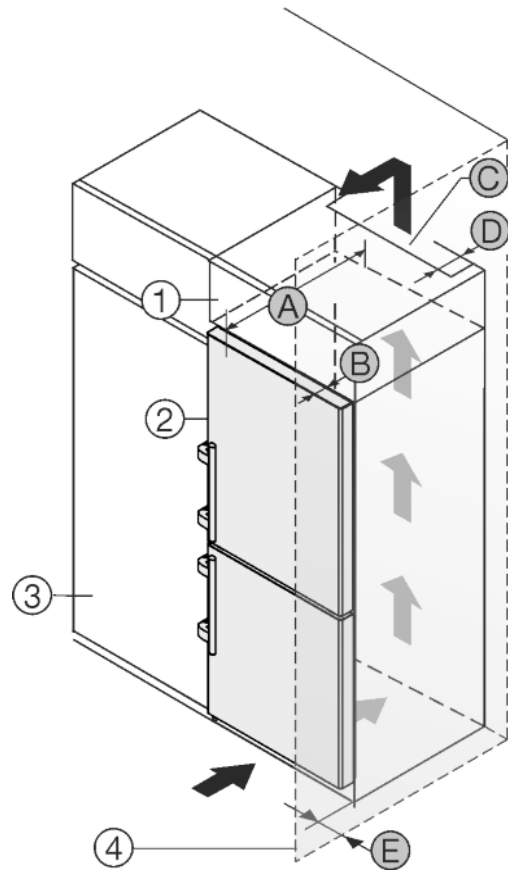

Fig. 13
A készüléket körbe lehet építeni konyhaszekrényekkel. Rá lehet szerelni egy rátétszekrényt Fig. 13 (1), hogy a készüléket Fig. 13 (2) a konyhabútorok magasságához igazítsa.
A készüléket közvetlenül a konyhaszekrény Fig. 13 (3) mellett is felállíthatja. Ahhoz, hogy az ajtókat teljesen ki tudja nyitni, a készüléknek a konyhaszekrény elülső oldalához képest legalább a mélységnek Fig. 13 (B) megfelelően ki kell állnia. A konyhaszekrények mélységétől és a fali távolságtartók használatától függően a készülék nagyobb mértékben is kiállhat.
Ha a készüléket közvetlenül egy konyhaszekrény Fig. 13 (3) mellé állítja, akkor a készüléktől legalább 5 cm-es távolságot kell tartani. Ahhoz, hogy az ajtókat teljesen ki tudja nyitni, a készüléknek a konyhaszekrény elülső oldalához képest legalább a mélységnek Fig. 13 (B) megfelelően ki kell állnia. A konyhaszekrények mélységétől és a fali távolságtartók használatától függően a készülék nagyobb mértékben is kiállhat.
- A rátétszekrény hátoldalán egy mélységű Fig. 13 (D) szellőző aknát kell a rátétszekrény teljes szélességében kialakítani.
- A mennyezett alatt be kell tartani a szellőző keresztmetszetet *Fig. 13 (C)*.
Mikor a készüléket a csuklópántokkal egy fal *Fig. 13 (4)* mellett állítja fel, akkor a készülék és a fal közti távolságot *Fig. 13 (E)* be kell tartani. Ez nyitott ajtó esetén megfelel a fogantyú túlnyúlásának.